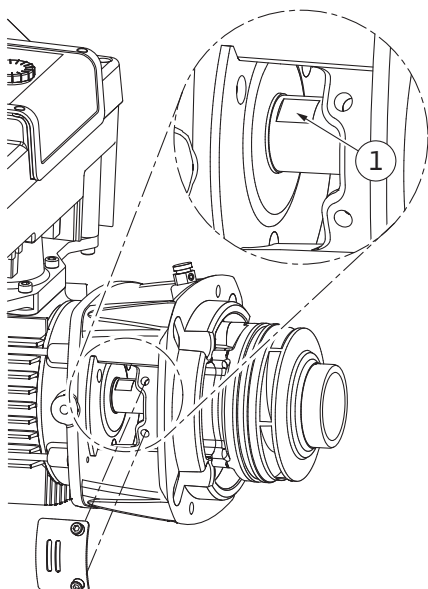

Fig. 106: Зони на вала, предвидени за закрепване на гаечен ключ
14. Вкарайте гаечен ключ (оптимален размер на ключа 22 mm) в прозорчето на латерната и захванете вала за зоната, предвидена за закрепване на гаечен ключ (Fig. 106, поз. 1). Развийте гайката на работното колело (Fig. I, поз. 22). Работното колело (Fig. I, поз. 21) се изважда автоматично от вала.
3. Вкарайте гаечен ключ (оптимален размер на ключа 22 mm) в прозорчето на латерната и захванете вала за зоната, предвидена за закрепване на гаечен ключ (Fig. 106, поз. 1).
10. Вкарайте гаечен ключ (размер на ключа 32 mm) в прозорчето на латерната (Fig. IV, поз. 38) и захванете вала за зоната, предвидена за закрепване на гаечен ключ (Fig. 106, поз. 1). Монтирайте работно колело с подложна шайба(и) и гайка. Затегнете гайката. Внимавайте да не увредите механичното уплътнение поради изкривяване.